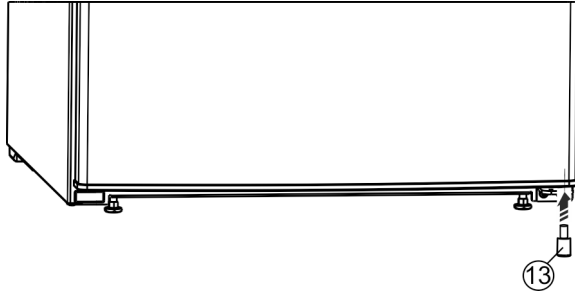

Fig. 9
- Inserire nuovamente il distanziatore Fig. 9 (13) nella porta, a destra in basso, poiché è importante per la stabilità dell'apparecchio.